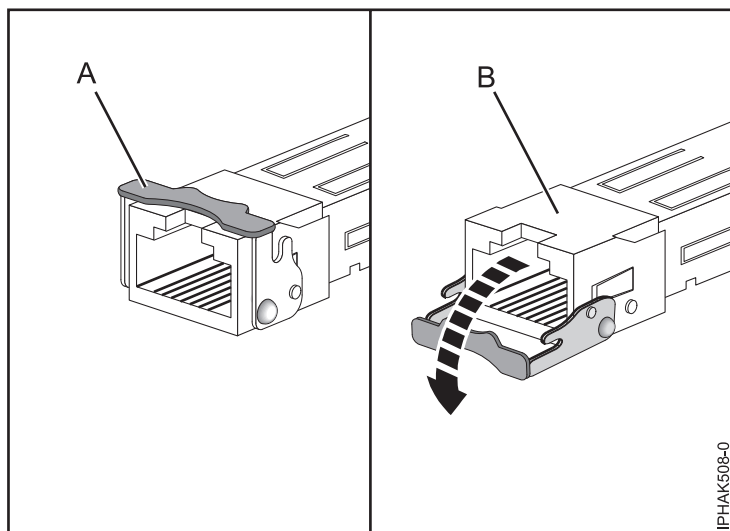

Figura 30. Extracció dels transceptors SFP dels adaptadors
- b. Obriu el pestell (A) fent-lo girar i traient-lo de la targeta tal com es mostra a la Figura 30 a la pàgina 48.
- c. Desplaceu el transceptor (B) traient-lo fora del maquinari de l'adaptador.